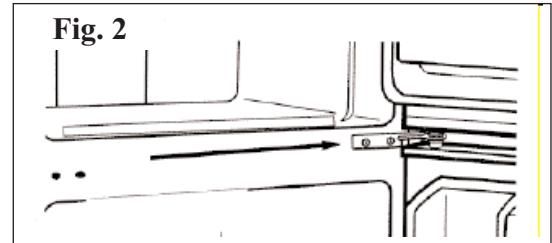

Fig. 2
- 5) Retirer les vis de l'assemblage de la charnière centrale. Puis retirer la charnière et la porte du réfrigérateur (ouvrir la porte et tirer vers le bas) (Fig. 2).
- 7) Retirer le support et la bague de la porte situés dans la partie inférieure et supérieure de chaque assemblage de porte (Fig. 2).